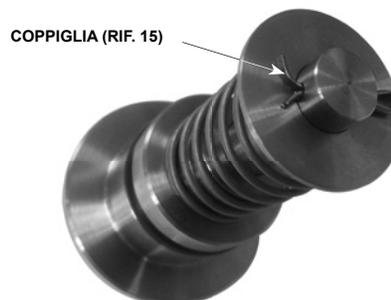

Figura 6. Corretta Piegatura della Coppiglia (Rif. 15)
7. Installare il gruppo dell'otturatore (Rif. 13) e fissarlo con la coppiglia (Rif. 15). Piegare l'estremità della coppiglia utilizzando pinze o strumenti equivalenti (vedere Figura 6).